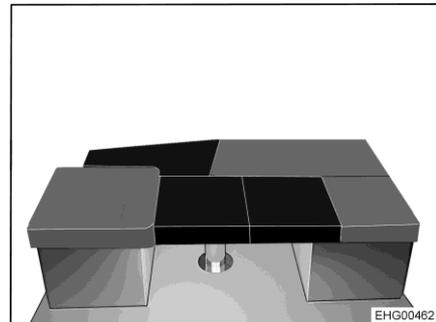

Fig. 163 Dopo la trasformazione
- Posizionare 2 cuscini aggiuntivi quadrati sul tavolo (vedi Fig. 163).
- Collocare il cuscino aggiuntivo triangolare tra il sedile laterale e il sedile a L sull'allargamento letto (vedi Fig. 163).